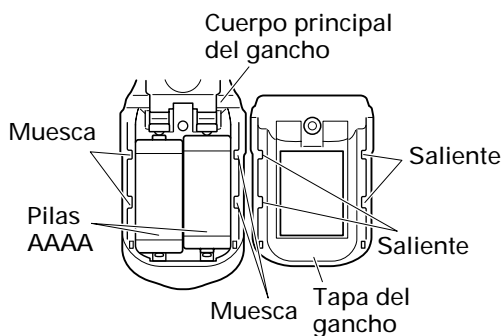

Fig. 13
- (2) Retire las pilas usadas e introduzca las pilas nuevas. Alineélas con las indicaciones del gancho y posicione correctamente los terminales positivo (+) y negativo (-) (Fig. 13).